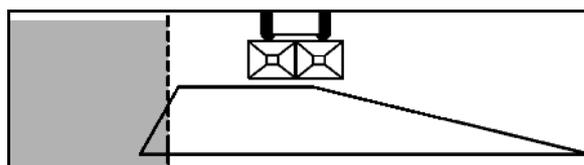

Fig. 72
1. Para o efeito, soltar a alavanca de aperto (Fig. 72/1).